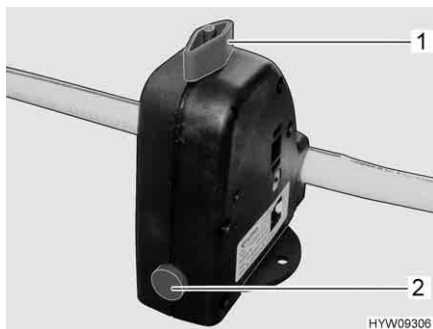

Fig. 166 Valvola di sicurezza/di scarico (Truma)
- Chiudere la valvola di sicurezza/di scarico (Truma). A tal fine ruotare la manopola (Fig. 166,1) verticalmente rispetto alla valvola di sicurezza/di scarico e premere verso l'interno il bottone automatico (Fig. 166,3). Con temperature inferiori a 6 °C non è possibile chiudere la valvola di sicurezza/di scarico.